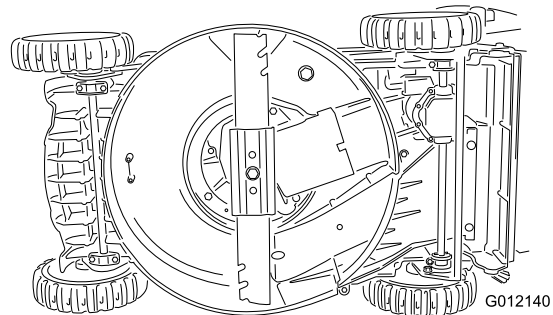

Bild 34
2. Kippen Sie die Maschine immer so auf die Seite, dass der Peilstab nach unten zeigt (Bild 34).